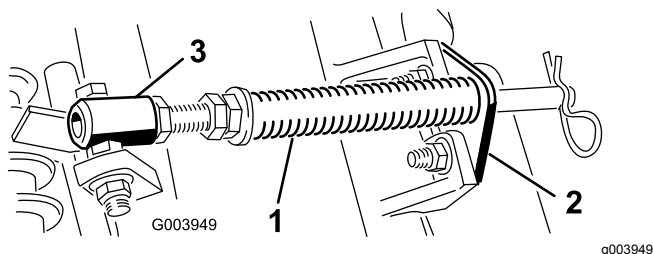

Figura 10
- A. Retire los 2 pernos de cuello cuadrado y las tuercas que sujetan el soporte de la varilla a las pestañas de la unidad de corte (**Figura 10**).
- B. Retire la tuerca con arandela prensada que fija el perno del tubo del muelle a la pestaña del bastidor de tiro (**Figura 10**)